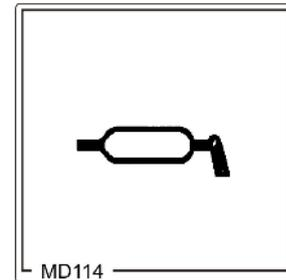

Fig. 36
1. Dévissez les deux tôles de protection (Fig. 36/1) sur le côté intérieur du tambour de frein.
Les impuretés qui pénètrent dans le frein peuvent se déposer sur les garnitures (Fig. 36/2) et dégrader sensiblement les performances du freinage.